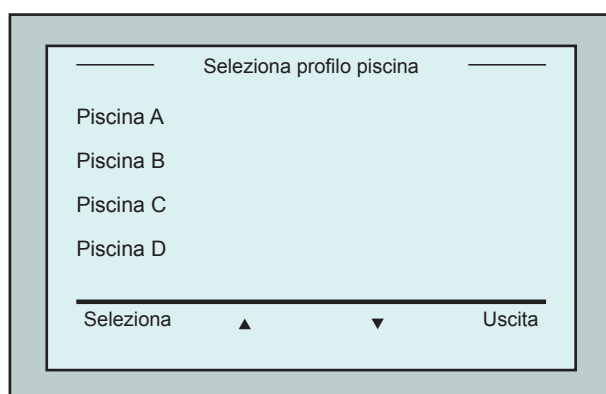

Figura 9: Schermata **Profilo piscina**
2. Dalla schermata *Wave*, premere **Piscina A**. Appare la schermata *Profilo piscina* (Figura 9).